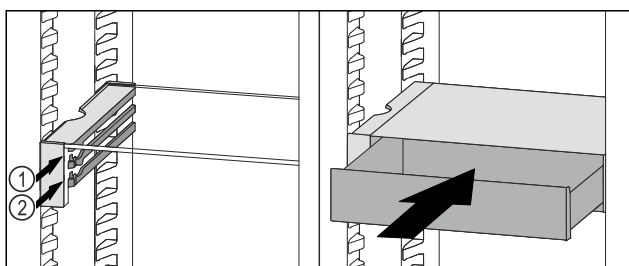

Fig. 114
- Założyć szufladę VarioSafe za stoperami na wybranych żebrowach Fig. 114 (1) lub Fig. 114 (2).